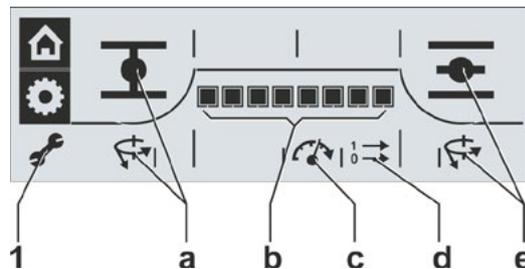

Fig. 4: Visualizzazione dei parametri
4. Confermare la selezione: premere il Drive Controller. Il simbolo "Parametri" (fig. 4, pos. 1) è attivo e vengono visualizzati automaticamente e in successione i parametri e la relativa impostazione, vedi figura 4: